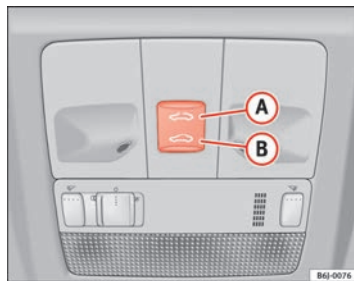

Abb. 50 Panoramadach / Ausstelldach
- Wird der Taster **(B)** ⇒ Abb. 50 ⇒ betätigt und betätigt gehalten, führt das Dach die Schließbewegung aus, bis der Taster wieder losgelassen wird.